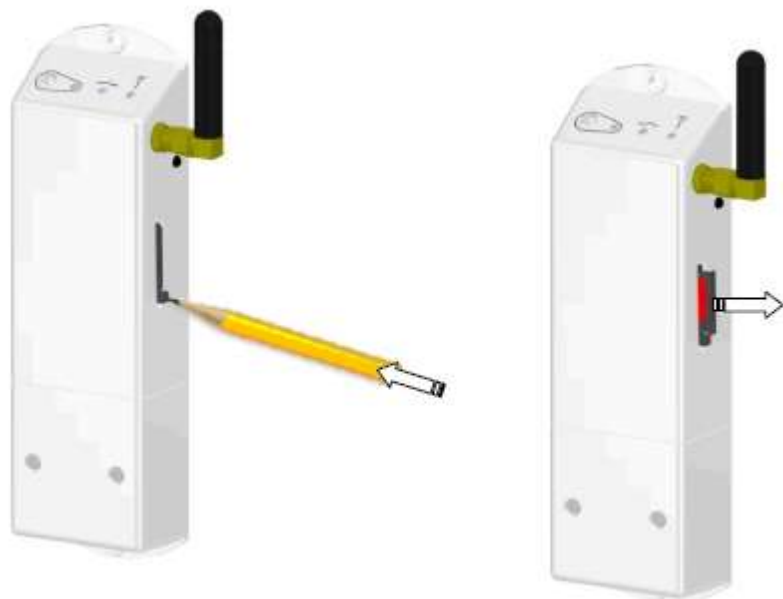

Fig. 4
- Installera ett SIM-kort, (***utan PIN code**) på höger sida av kontrollern (Se fig4).